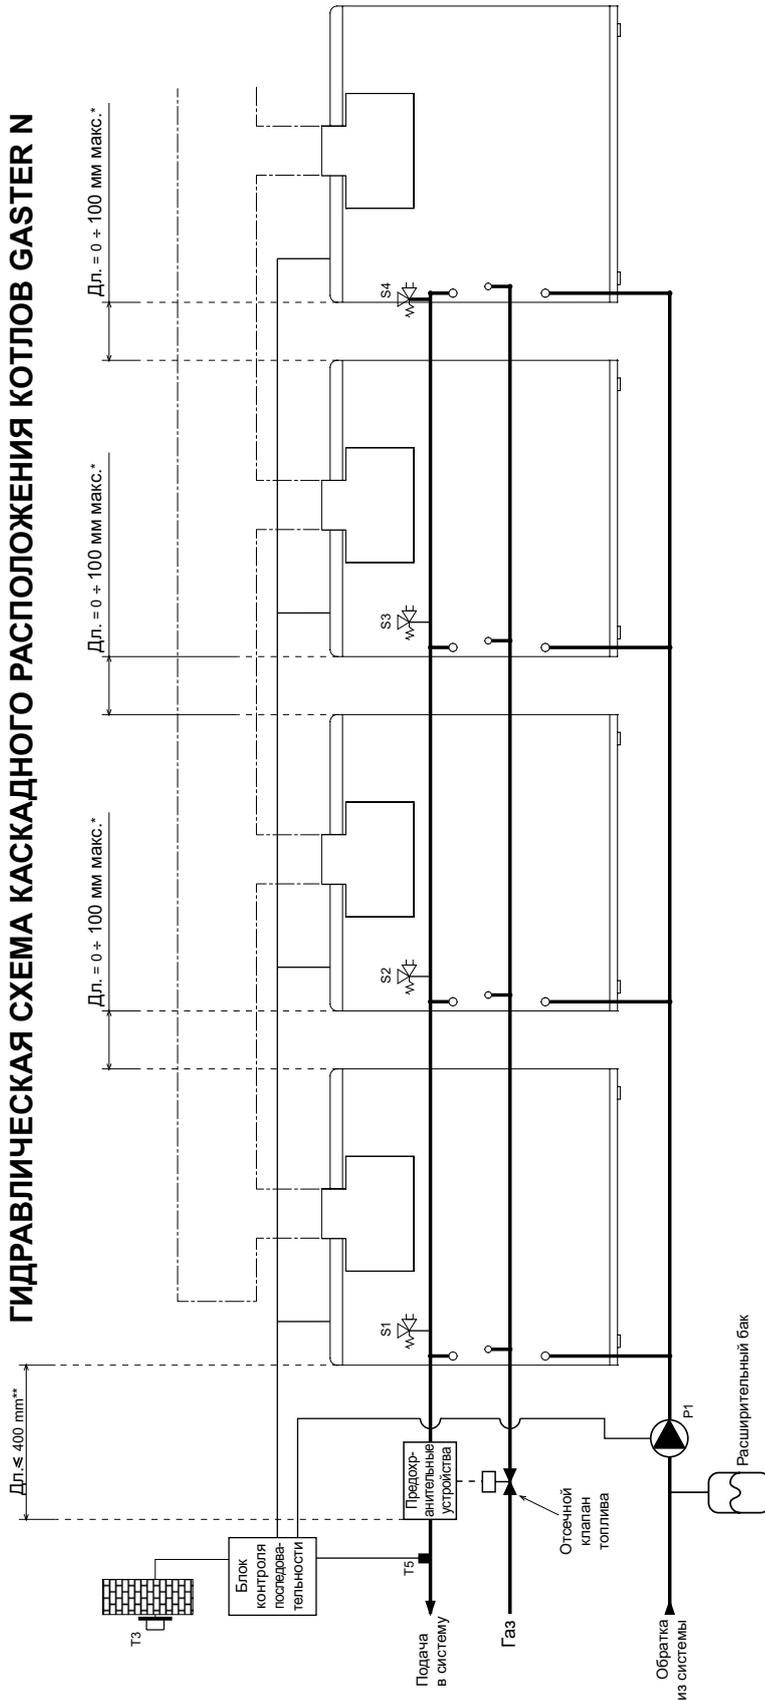

Рис. 10
- Соединить все модули к единому гидравлическому контуру с двойным коллектором (коллектор подачи и обратки), соблюдая все указания, приведённые на схемах рис. 10 и 11.